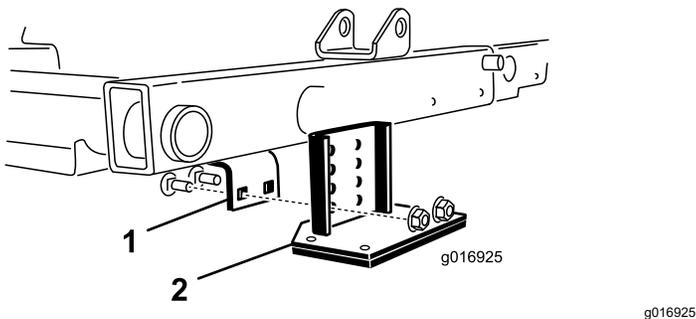

图 30
2. 找到中心滚刀组上方的机架托架 图 30。
3. 在按下中心滚刀组前滚筒的同时确定翻斗托架上的哪些孔与机架托架孔对齐以便在翻斗托架安装后能够实现同样的滚筒接触 图 30。
4. 放下滚刀组用随套件 (图 30) 提供的 2 个托架螺栓和 2 个螺母将翻斗托架安装到机架上。